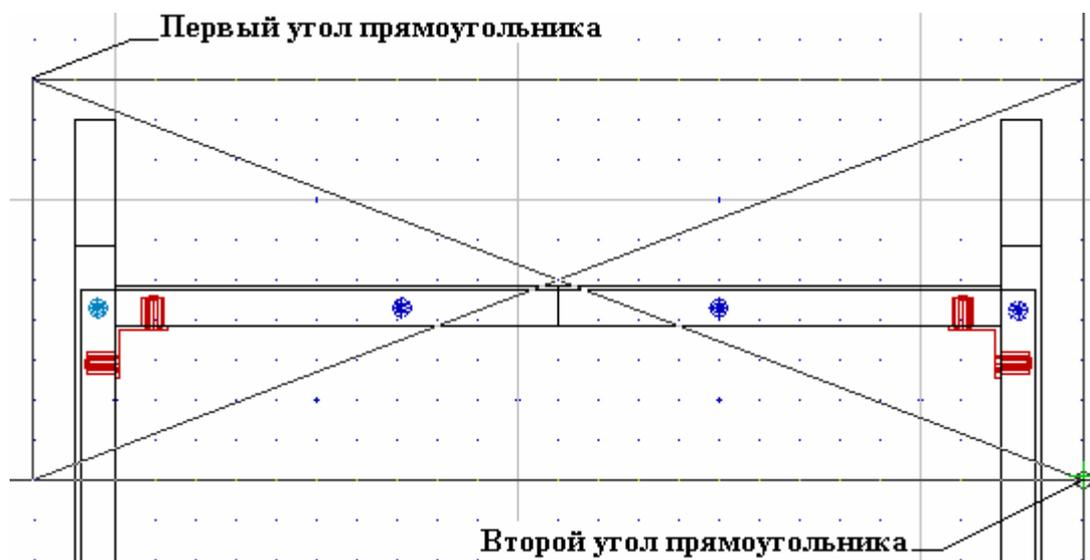

Рис. 111 Область сдвига для верхней полки тумбы
2. Выбрать инструмент *Сдвиг* () и последовательно указать первый и второй угол прямоугольника области сдвига, которая должна захватывать верхнюю полку, ее крепеж и верхний торец задней стенки (рис. 111).